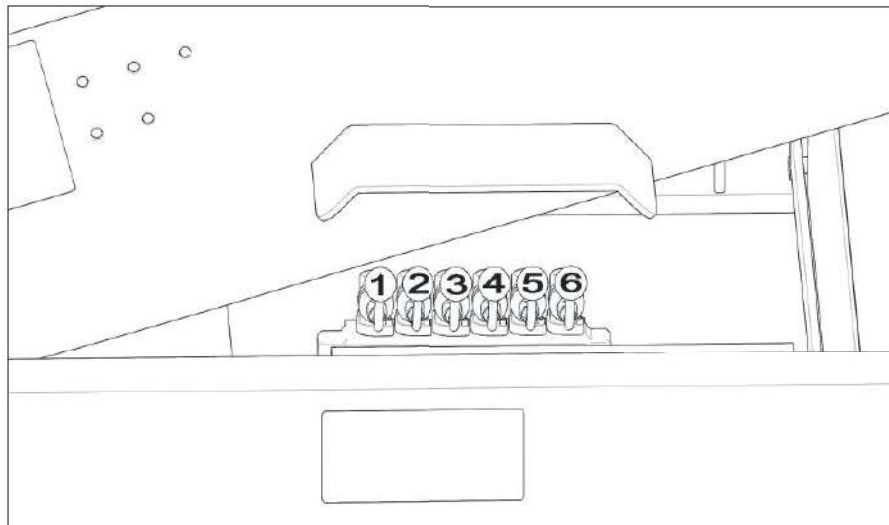

Figure 4.45 - Hydraulische hendel uitbreiding toevoerband
2. Schuif de toevoerband naar voren met behulp van hendel (1) op afb. 4.45.
6. Indien de machine uitgerust is met de optionele uitbreidingsplaten voor de toevoerband, dienen deze nu in hun bedrijfspositie gebracht te worden. De bedieningshendel kan teruggevonden worden aan de linkerkant van de machine onder de zeefbak, zie hendel (6) op afb. 4.45.